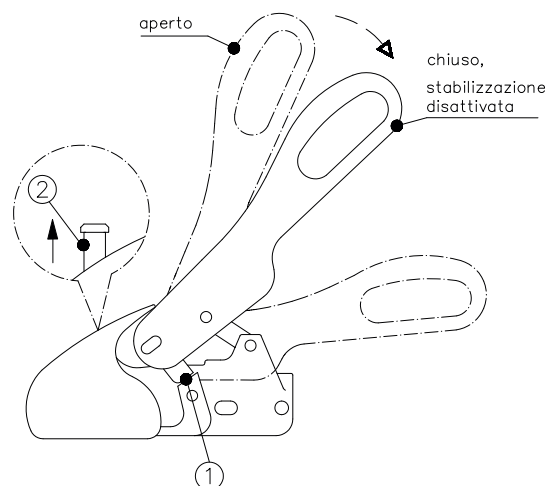

Figura 4: accoppiamento
Per manovrare il rimorchio si prega di utilizzare le maniglie di appoggio applicate al rimorchio anziché la leva di manovra del WS 3000/WS 3500. Il giunto sferico aperto viene posto sul gancio a sfera del veicolo trainante (figura 4). A causa del carico verticale e dell'eventuale carico aggiuntivo del timone, il giunto sferico si richiude automaticamente e le linguette di sicurezza laterali (1) si trovano in posizione parallela rispetto alle superfici di sicurezza situate sulla gabbia (figura 4). Quando la sfera del giunto si trova nella gabbia del giunto, è possibile vedere la spina di colore verde dell'indicatore di controllo (2) (figura 4).
In caso di mancato impiego prolungato il rimorchio dovrebbe essere parcheggiato con giunto sferico chiuso: a questo scopo sollevare la leva di manovra aperta (figura 4) e contemporaneamente tirare in avanti la calotta sferica (elemento mobile - figura 9) oppure premere la **SAFETY BALL** nella cavità sferica e richiudere lentamente la leva di manovra.